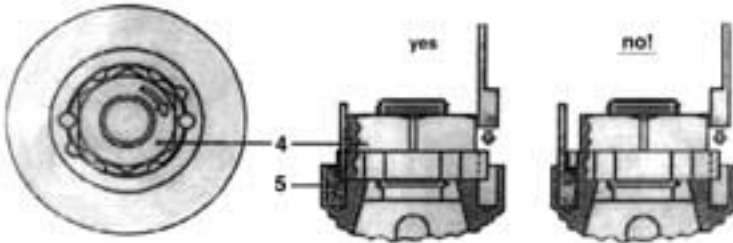

Fig. 2a (dettaglio - detail)
- B) Stringere a fondo il dado [4] ruotandolo fino ad allineare gli incavi in modo da ottenere una coppia di fori completi entro cui inserire le due spinette [5]. Le due spinette [5] devono essere inserite come indicate nel disegno Fig. 2a, in modo da non interferire con il successivo montaggio del pignone centrale [6].